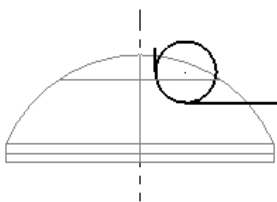

图 5.4.22 绘制圆弧
① 选择命令。选择下拉菜单 **绘图(C)** → **线(L)** → **绘制任意线(E)...** 命令，系统弹出“直线”工具栏。
② 绘制直线。在“直线”工具栏中单击  按钮使其处于按下状态，然后选取上一步所绘制的圆为相切对象（选取圆的左边）；分别在“自动抓点”工具栏的  文本框、 文本框和  文本框中输入值 4, 30, 35，并分别按 Enter 键确认。
③ 单击  按钮，完成直线的绘制。
(5) 绘制图 5.4.22 所示的圆弧。
① 选择命令。选择下拉菜单 **绘图(C)** → **圆弧(A)** → **切弧... (T)...** 命令，系统弹出“圆弧切线”工具栏。
② 定义创建方式。在“圆弧切线”工具栏中单击  按钮使其处于按下状态。